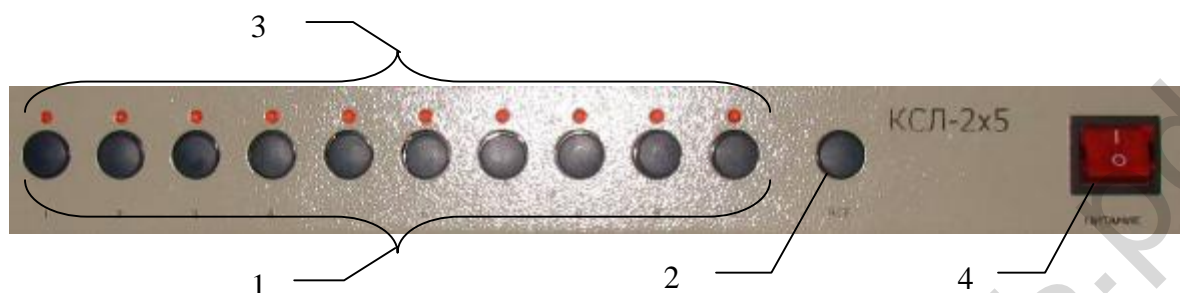
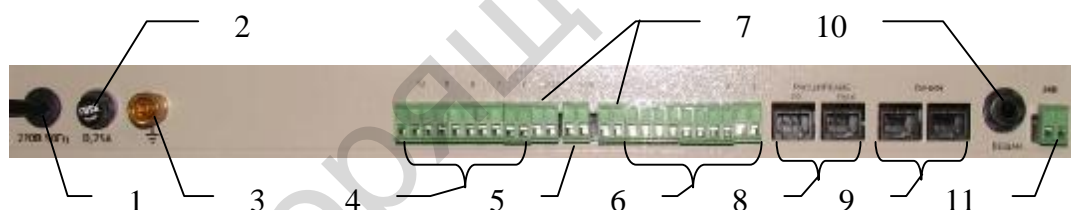

Рисунок 1 – Вид лицевой панели
Рисунок 2 – Вид задней панели
Коммутатор конструктивно выполнен в виде корпуса для установки в 19-ти дюймовую стойку. На лицевой панели коммутатора находятся такие органы управления и индикации (см. рис. 1).
На задней панели коммутатора расположены (см. рис. 2):
2.2.9 Подключить фидерные линии, коммутируемые источники и линии связи и управления (см. рис.2). Если коммутируемый источник один, то клеммы подключения коммутируемых источников необходимо запараллелить. Полярности значения не имеют.
2.2.10 При необходимости подключить источник аварийного напряжения 24В (см. рис.2). Полярность значения не имеет.
Для того чтобы скомутировать источник на фидерную линию, пользователь однократно нажимает соответствующую кнопку на лицевой панели коммутатора (см. рис.1). При этом соответствующий индикатор загорится. При необходимости отключить скомутированную фидерную линию достаточно еще раз однократно нажать соответствующую кнопку, при этом соответствующий индикатор потухнет. Для коммутации источника (или источников) на все фидерные линии достаточно на лицевой панели нажать кнопку “ВСЕ” (см. рис.1), после чего все индикаторы загорятся. Повторное нажатие этой кнопки приведет к переходу коммутатора в исходное состояние (освобождение всех фидерных линий). Для любого силового выхода справедливо: если он не скомутирован на силовой вход (рисунок 2, позиция 7), то он скомутирован на силовой источник фонового сигнала (рисунок 2, позиция 5).